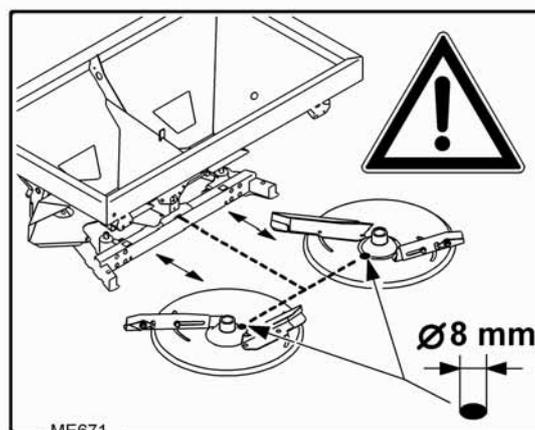

Fig. 70
3. Girar disco de dispersión de tal manera que el orificio del disco $\varnothing 8$ mm (Fig. 70/1) indique hacia el centro de la máquina.